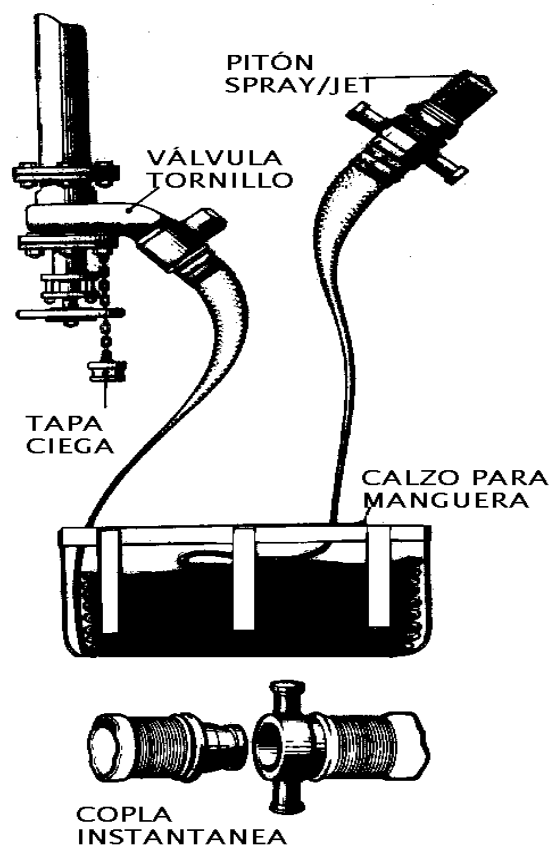

Fig. 7 Forma de estibar una manguera conectada a un grifo
8. Las mangueras deben adujarse en sus calzos listas para ser estiradas (fig. 7).